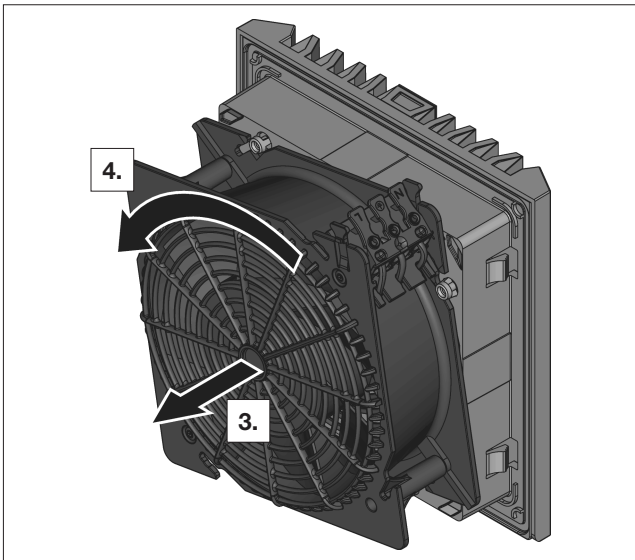

Abb. 13: Drehen Lüftergehäuse
- Drehen Sie das Lüftergehäuse dann um 90°, 180° oder 270°, so dass der Elektroanschluss in der gewünschten Position liegt (siehe Abb. 13).